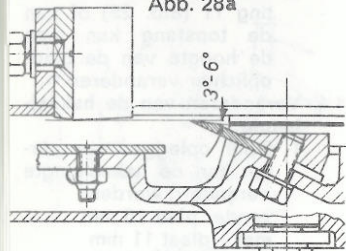

Abb. 29
b. Darauf achten, daß der Hinterschliff (3-6°) nach Abb. 29 erhalten bleibt.
a. blades must be adjusted singly the suit counterblade (20); the blades should not touch the counterblade, but clearance should be not more than 0.5 mm;
b. ensure that the relief of 3-6° (Fig. 29) is preserved.
b. Veiller à ce que la dépouille (3à6°) reste conforme à la fig. 29.
Fare attenzione che l'angolazione posteriore d'affilamento (3-6°) venga mantenuta (fig. 29).
b. Let U er op, dat de geslepen snede ongeveer 3-6° naar achteren afvalt (afb. 29).